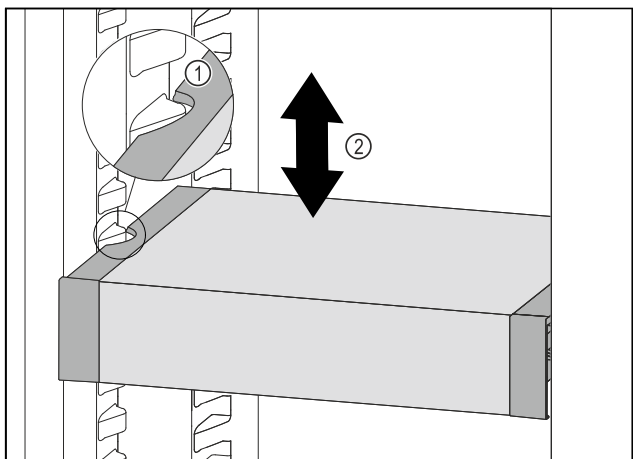

Fig. 60
- Predal VarioSafe povlecite v smeri naprej, dokler nista stranska izreza predala VarioSafe na višini nastavka za posodo v hladilniku. Fig. 60 (1)
- Predal VarioSafe premikajte v hladilniku gor ali dol, dokler ne dosežete želene višine. Fig. 60 (2)